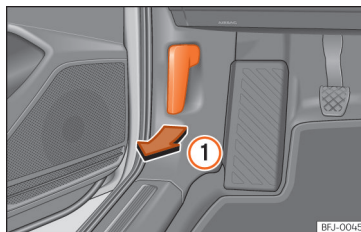

Abb. 232 Entriegelungshebel im Fahrerfußraum.
- Öffnen Sie die Tür und ziehen Sie an dem Hebel unterhalb der Instrumententafel >>> [Abb. 232] ①.